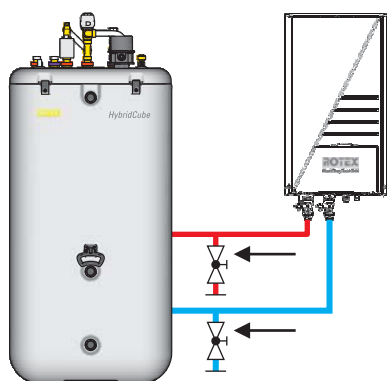
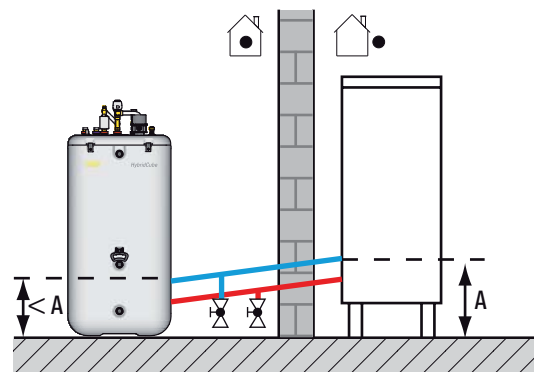

Figura 4-9 Montaggio dei rubinetti di riempimento/svuotamento nella pompa di calore interna (RKHBH/X*)
Figura 4-10 Montaggio dei rubinetti di riempimento/svuotamento nella pompa di calore esterna (RDLQ*/RBLQ*)
- Montare i rubinetti di riempimento/svuotamento del sistema idraulico nella tubazione di mandata e ritorno tra le valvole seletttrici a 3 vie, il bollitore e la pompa di calore interna (RKHBH/X*) o la pompa di calore esterna (RDLQ*/RBLQ*) (Figura 4-9, Figura 4-10).